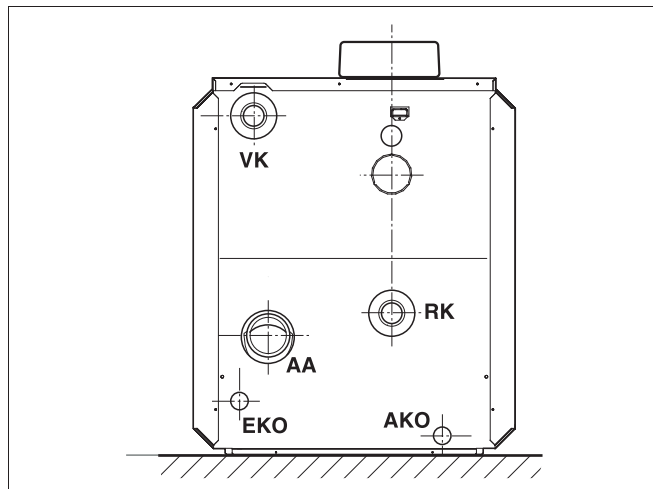
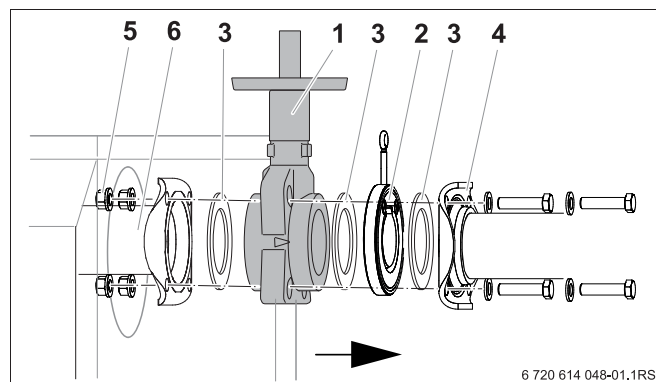

Рис. 4 Подключение котла Logano GB312
Рис. 8 Монтаж запорного вентиля
Все подключения должны производиться только в указанных для этого местах, рис. 4.
Экспликация рис. 4
Запорные вентили (рис. 8, [1]) не входят в поставку, их нужно заказывать отдельно. На каждой подающей и обратной линии можно установить запорный вентиль.
- Приложите уплотнение (рис. 8, [3]) и запорный вентиль (рис. 8, [1]) к фланцу котла.
- Приложите уплотнение (рис. 8, [3]), обратный клапан (рис. 8, [2]) и уплотнение (рис. 8, [3]) к запорному вентилю (рис. 8, [1]).
- Соедините фланец трубы подающей линии (рис. 8, [4]) с фланцем подающей линии котла четырьмя болтами и гайками (рис. 4, [5]).